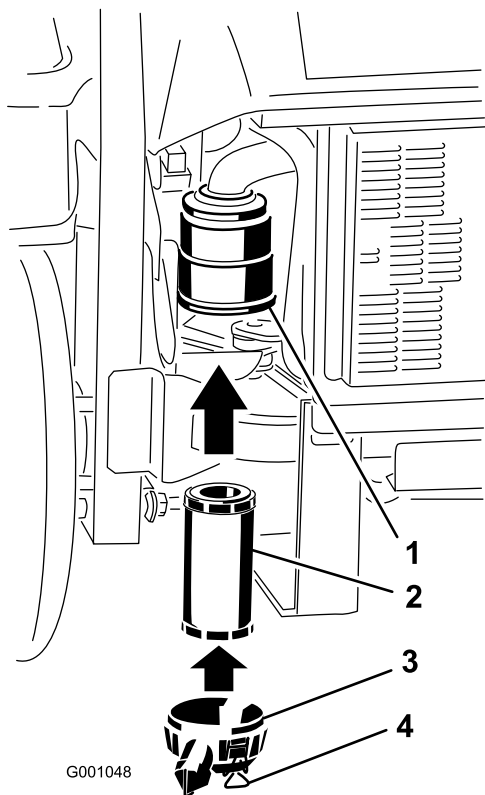

Figura 56
2. Introduzca el filtro con cuidado en la carcasa del limpiador de aire (Figura 56).
3. Instale la tapa del limpiador de aire y fije los cierres (Figura 56).